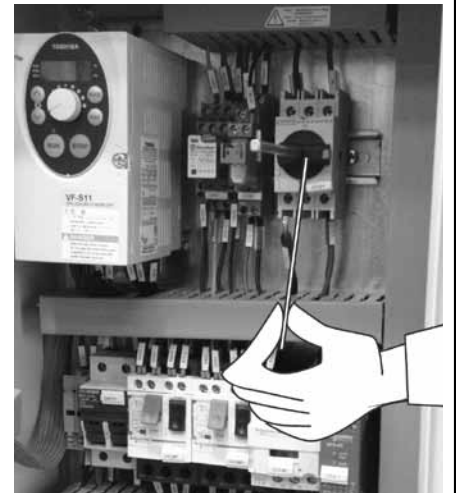

Abb. 16
16) Schließen Sie die Maschine bei manipuliertem Hauptschalter und/oder manipulierten Sicherheitsvorrichtungen auf keinen Fall an das Stromnetz an. (Abb. 16)